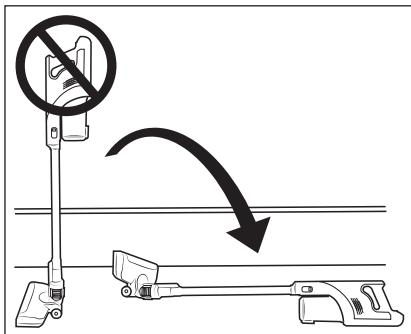

Fig. 9
- Stil ikke støvsugerden oprejst, hvis du ind imellem slukker den eller vil stille den fra dig. Sæt støvsugerden i vægholderen **17**, eller læg den på gulvet (se fig. 9 og 10). Ellers kan støvsugerden vælte på grund af dens høje tyngdepunkt og blive beskadiget og i uheldige tilfælde ødelægge andre genstande.